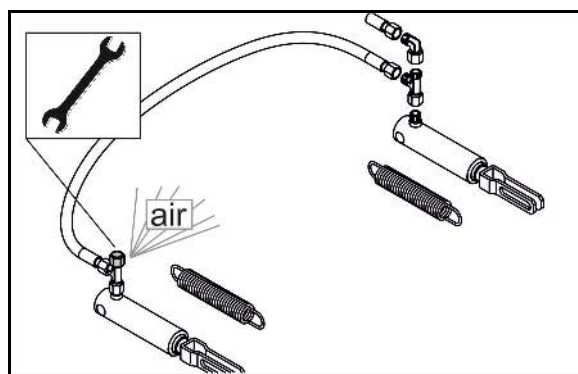

Fig. 88
Очищайте оба фильтра (Рис. 88/1) каждые 3 месяца (при сложных условиях эксплуатации – чаще). Для этого:
1. Сожмите лапки (Рис. 88/2) и извлеките замок в сборе с кольцом круглого сечения, нажимной пружиной и патроном фильтра.